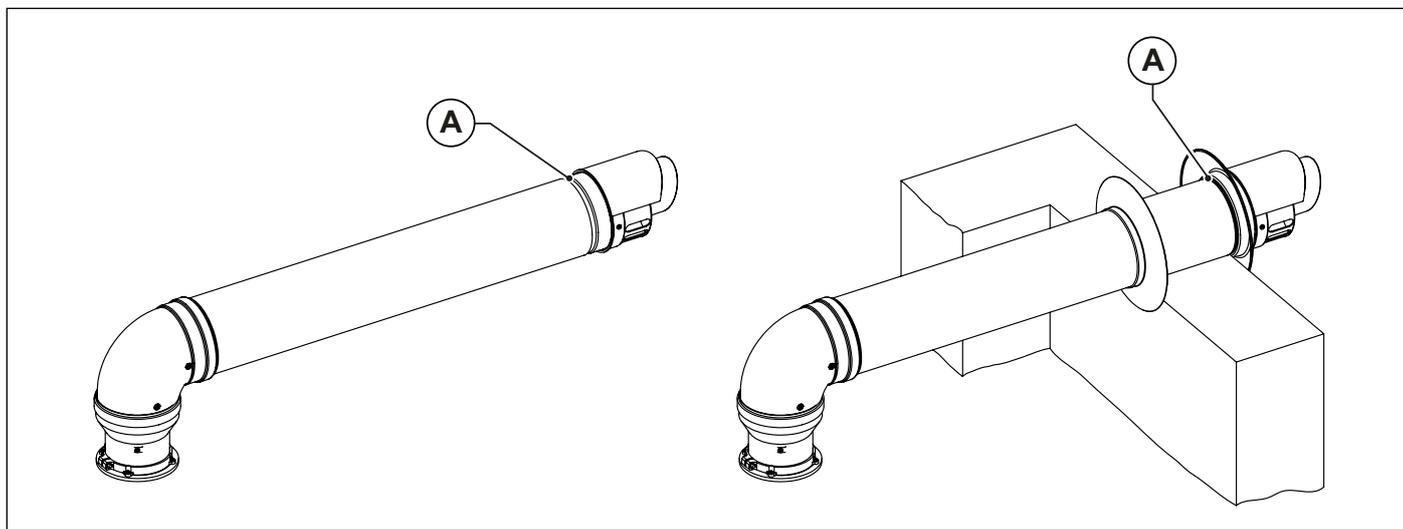

Fig. 18 Installation éléments terminaux muraux
Les éléments terminaux d'aspiration et d'évacuation de l'air, dédoublés et coaxiaux, dans la partie finale sont dotés d'une gorge (A) pour la fixation de la rosace extérieure (voir Fig. 18 Installation éléments terminaux muraux).